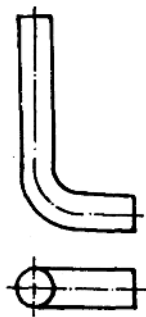
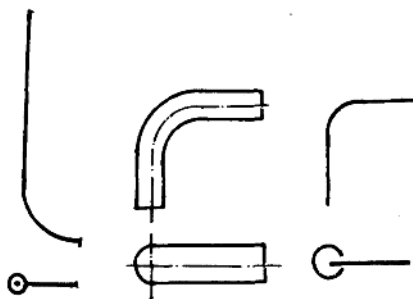

图 1-10 弯管的积聚
图 1-11 弯管的投影
(2) 弯管的积聚 弯管由直管和弯头组成, 根据投影关系, 弯管的积聚如图1-10, 图1-11所示。